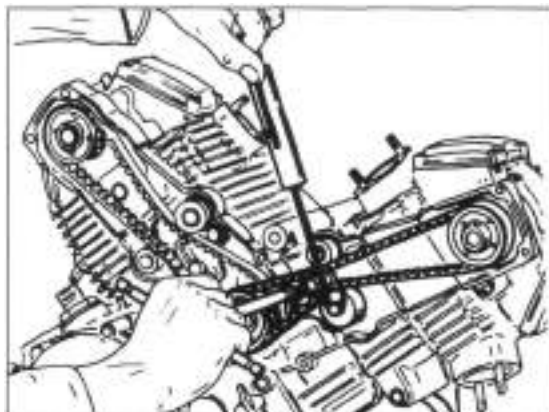

Bild 33
- Falls Riemen zu locker oder zu fest, Befestigungsschrauben der Spanneinrichtung lockern (Bilder 31 und 32). Spannerollen entweder von Hand andrücken (1,5 - 1,8 kg drücken) oder mit Federwaage, die an Spannrolle eingehängt wird (Bild 33 mit **Ducati-Spezialwerkzeug**), und mit 1,5 - 1,8 kg angezogen wird.